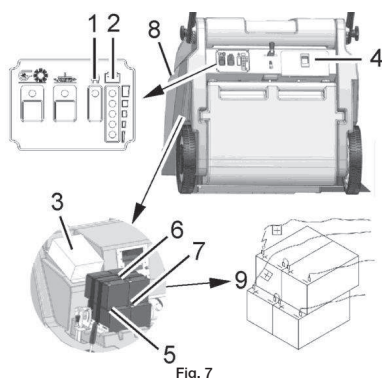

Fig. 7
L'indicateur de contrôle de charge (Fig. 7/2) indique l'état de charge des batteries pendant le fonctionnement. Lorsque les batteries sont déchargées, la DEL rouge clignote. Les fonctions de la machine sont limitées. Chargez les batteries immédiatement!
L'indicateur de contrôle de charge (Fig. 7/2) indique l'état de charge des batteries pendant le fonctionnement. Les batteries doivent être chargées immédiatement lorsque la DEL rouge s'allume. Les batteries (Fig. 7/7) sont chargées à l'aide du chargeur de batterie intégré (Fig. 7/3). Le chargeur est connecté au moyen du câble d'alimentation (Fig. 7/4).
Pendant le chargement de la batterie, le voyant de batterie du chargeur (Fig. 7/1) s'allume.
4. Desserrez les sangles d'arrimage (Fig. 7/6).
5. Débranchez le câble de raccordement (Fig. 7/5) des batteries et retirez les batteries.
1. Installez les deux batteries inférieures dans le support de batterie conformément à la figure 7.
4. Serrez les sangles d'arrimage (Fig. 7/6).
5. Raccordez les pôles de la batterie aux câbles de raccordement conformément au plan de raccordement (Fig. 7/9). Il est possible que des étincelles se produisent lors du branchement des batteries! Vérifiez pour assurer un ajustement solide!
6. Fermez le capot (Fig. 7/8) et verrouillez-le avec le boulon de verrouillage sur le cadre.